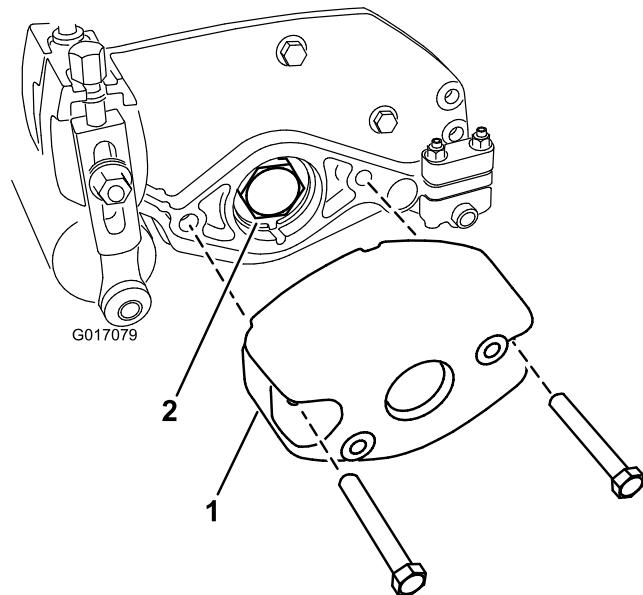

Figura 2
- Togliete i 2 bulloni e i dati che fissano il contrappeso all'estremità sinistra dell'apparato di taglio. Rimuovete il contrappeso (Figura 2).
- Togliete il dado del cuscinetto dall'albero del cilindro (Figura 2).